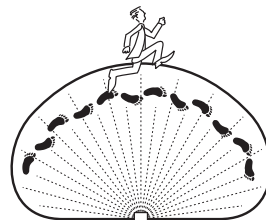

Figure 8
3. Déplacez-vous dans la zone de couverture, en remarquant l'endroit où vous trouvez lorsque la lumière s'allume. Le voyant DEL situé derrière la lentille du détecteur de mouvement deviendra également bleu lorsqu'un mouvement est détecté (voir la Figure 8).